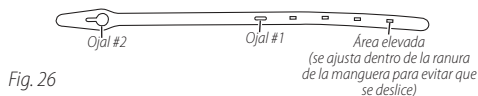

Fig. 26
61. Enrolle la correa de la manguera **19** **Fig. 26.** alrededor de la manguera **12**, alineando las áreas elevadas en la parte posterior de la correa dentro **19** de una ranura en la manguera **12**. **Fig. 27.**